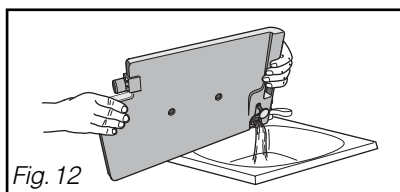

Fig. 12
Le bac de récupération doit être vidé après chaque cycle de séchage (Fig.12).
- Videz le bac (Fig. 12).